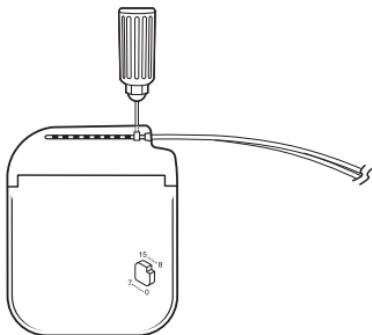

Abbildung 2. Anziehen der Schrauben durch die selbstdichtenden Dichtringe
5. Führen Sie bei der Anbringung jeder Verlängerung oder jedes Blindstopfens den mit dem Neurostimulator gelieferten Drehmomentschlüssel in die selbstdichtenden Dichtringe des Konnektorblocks ein und ziehen Sie alle Schrauben an (Abbildung 2).